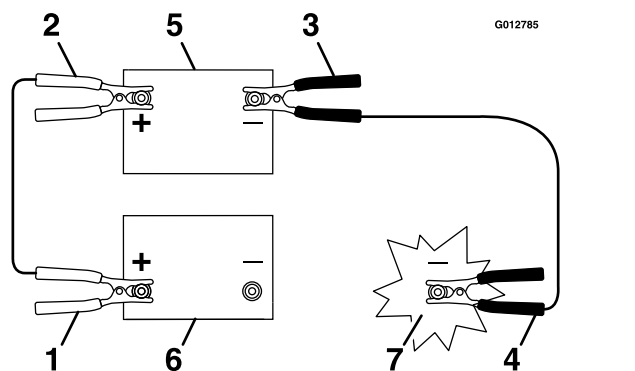

Figure 77
3. Branchez la cosse du câble positif (+) (rouge) à la borne positive (+) de la batterie à plat (Figure 77).